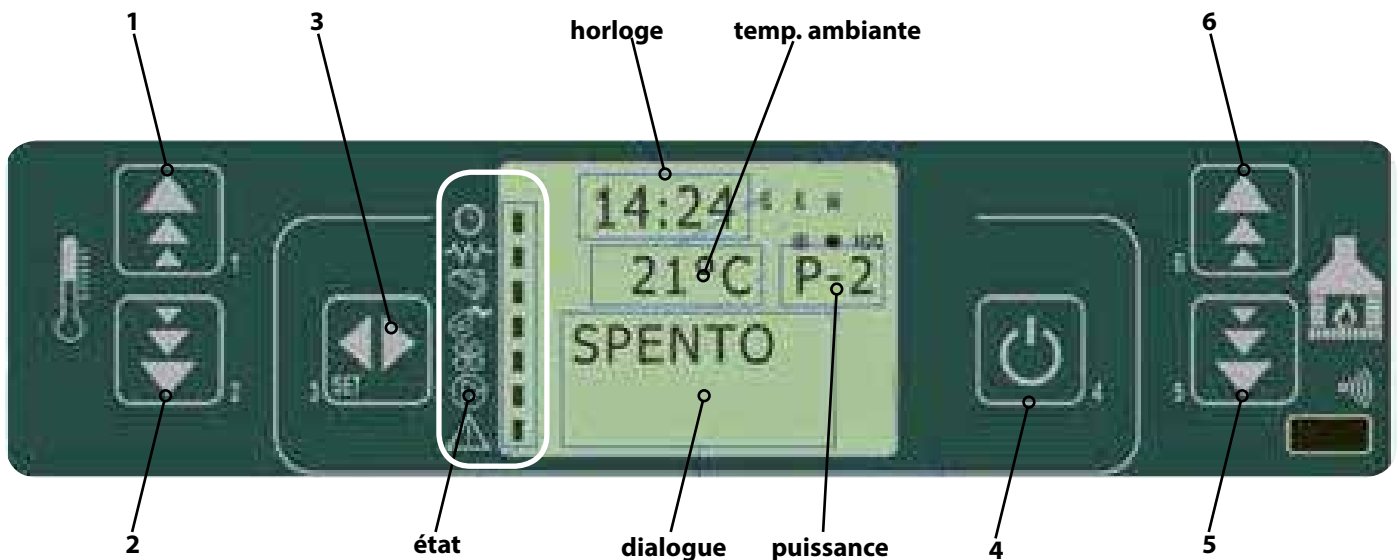

fig. 18a Description des boutons
Permet de configurer l'heure et la date courantes. Le panneau est pourvu d'une batterie au lithium assurant à l'horloge interne une autonomie de plus de 3/5 ans. Pour modifier les valeurs, du menu **02 - Set Chrono**, en utilisant les touches (5) et (6) fig. 18a, parcourir les rubriques jusqu'à « 02 - program jour », choisir les nouvelles valeurs avec les touches (1) et (2) fig. 18a, puis confirmer avec la touche (3) fig. 18a.
Permet de sélectionner la langue de dialogue parmi celles disponibles. Pour modifier la langue, du menu **03 - Choisir la langue**, en utilisant les touches (1) et (2) fig. 18a, parcourir les rubriques jusqu'à la langue souhaitée.
Active le mode « STAND-BY » qui éteint le produit dès que la température ambiante est supérieure à la valeur configurée (SET) au-delà du temps prédéfini. Suite à un arrêt dû à cette condition, le rallumage ne sera possible que si la température configurée (SET) est inférieure à celle de l'environnement pendant une période déterminée. Pour modifier le mode, à partir du menu **04 - Mode stand-by**, en utilisant les touches (1) et (2) fig. 18a, il est possible de l'activer/désactiver.
Lorsqu'on a configuré la sélection sur « OFF », le signal sonore est désactivé. Pour modifier le mode, du menu **05 - Avertisseur sonore**, en utilisant les touches (1) et (2) fig. 18a, il est possible de l'activer/désactiver.